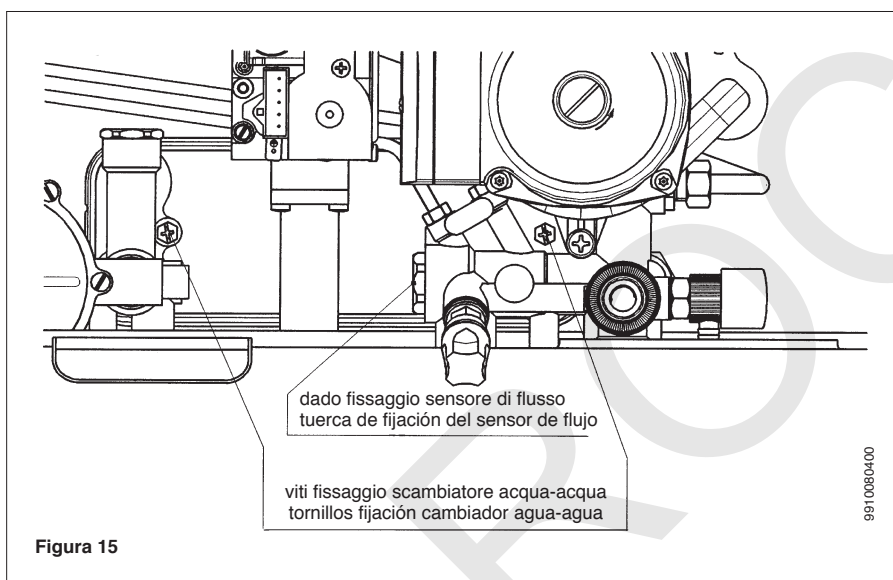

Figura 15
- togliere le due viti, visibili frontalmente, di fissaggio dello scambiatore acqua-acqua e sfilarlo dalla sua sede (figura 15).
- remover los dos tornillos, visibles frontalmente, de fijación del cambiador agua-agua y extraerlo de su asiento (figura 15).
- Svitare il dado presente sul gruppo sensore di flusso (figura 15).
- Desenroscar la tuerca del grupo sensor de flujo (figura 15).